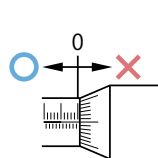

Fig. 3
1. No mueva el husillo más allá del límite superior del intervalo de medición, ya que esto puede dañar algunos tipos de micrómetros digitales. (**Fig. 3**)